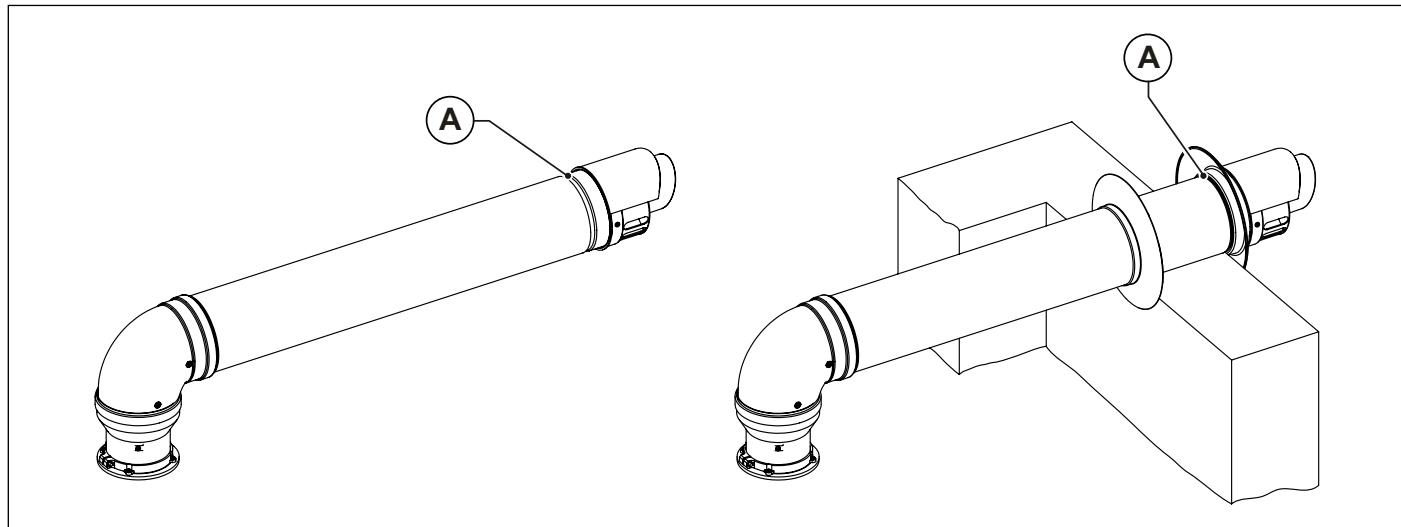

Рис. 10 Настінна установка терміналу
Кінцеві частини терміналів повітрозабірника й відводу димових газів, як розгалужені, так і коаксіальні, мають канавку (A) для закріплення зовнішнього комірця (дивись Рис. 10 Настінна установка терміналу).